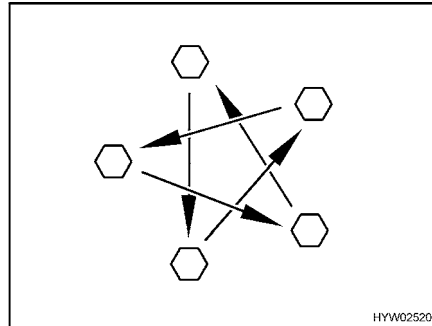

Fig. 210 Apretar las tuercas o los tornillos de las ruedas en forma de cruz
- Comprobar periódicamente que las tuercas o tornillos de las ruedas estén firmemente apretados. Reajustar en forma de cruz (Fig. 210) las tuercas o tornillos después de cambiar una rueda, al cabo de 50 km. Par de apriete, véase apartado 13.5.2.
- ▷ Apretar en forma de cruz las tuercas o los tornillos de las ruedas (Fig. 210).